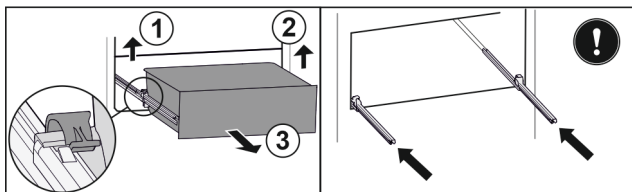

Fig. 162
- ▶ 提起左侧夹子，同时将抽屉左侧向前拉。 Fig. 162 (1)
- ▶ 提起右侧夹子，同时将抽屉右侧向前拉。 Fig. 162 (2)
- ▶ 朝前取出抽屉。 Fig. 162 (3)